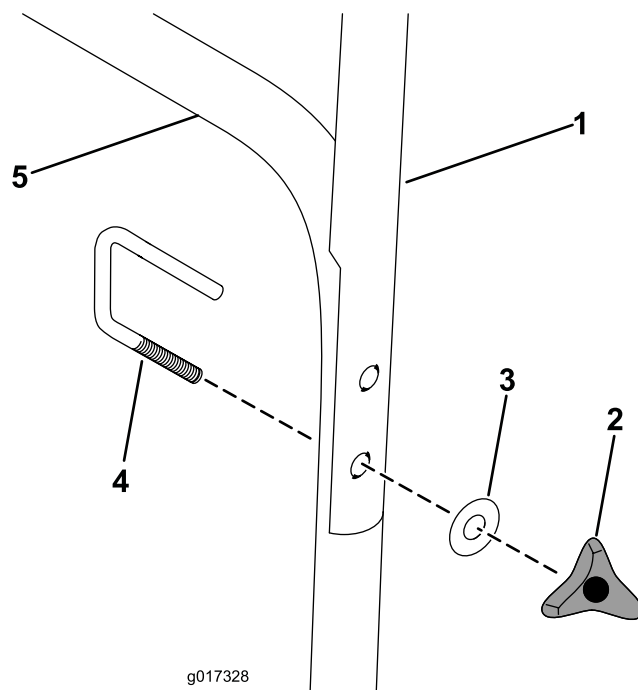

図 4
4. 上下のハンドルの穴を揃える（図 4）。
5. 上下のハンドルに U ボルトを通し、ワッシャとノブでこのU ボルトを固定する（図 4）。